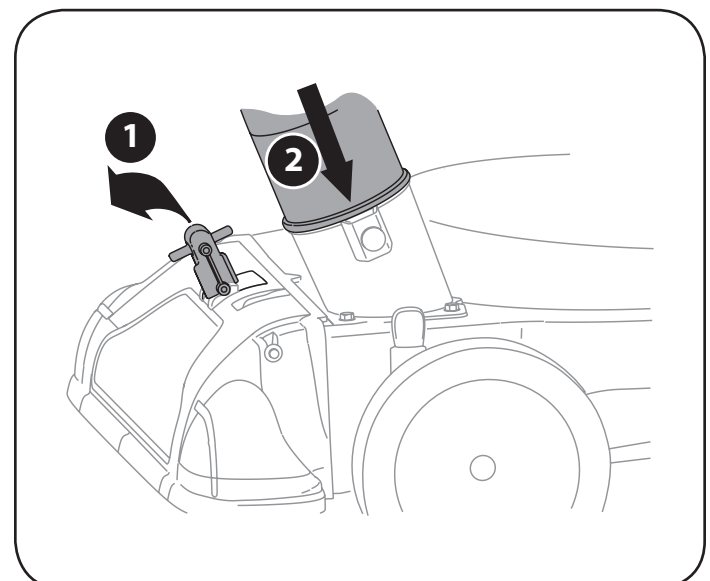

Figura 15
1. Coloque la manija del pico / manguera de la aspiradora en la posición de la base del pico para volver a dirigir la aspiración al montaje de la manguera. Vea la Figura 15.